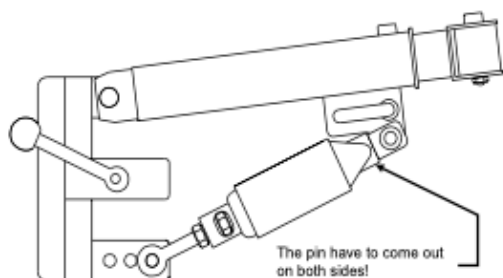

Bild 5 Stiftet måste komma ut på båda sidorna!
- Skjut handtagen framåt tills rullstolens framhjul och automatisk justering snäpper sig på plats på båda sidorna. Stiftet måste vara synligt (se bild 5).